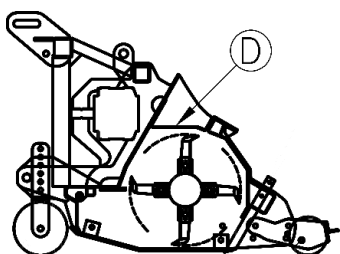

Fig. 4
- un **trincia "classico"** con scarico diretto a terra (opzione: cofano di chiusura D – pag. 3) (Fig. 4)
- un **broyeur "classique"** avec l'évacuation à terre (option: capot D – pag. 3) (Fig. 4)
- a **"classic" shredder** with direct download to the ground (option: closing bonnet D – page 3) (Fig. 4)
- Ein „klassischer“ Häcksler mit direkter Erdung (Option: Haube D – Seite 3) (Fig. 4)
- una **trituradora "clásica"** con descarga directa a tierra (opción: capó D – pág. 3) (Fig. 4)